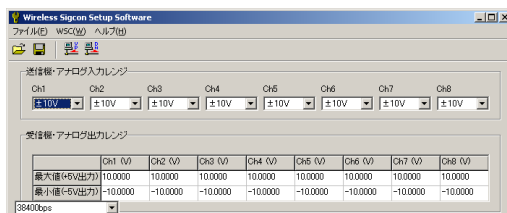

図 31. WSC セットアップ・ソフトウェアの画面
- ① 受信機本体の電源を投入し、USB ケーブルでパソコンに接続します。受信機の電源投入後、USB インターフェイスを介してパソコンに認識されるまで数十秒の時間が必要です。
- ② パソコンにインストールした WSC セットアップ・ソフトウェア『WSC\_Setup.EXE』を起動します。
- ③ 図 31 のような画面が表示されます。画面上段で送信機に入力するアナログ信号のレンジを選択してください。
- ④ 画面下段の表で、受信機から出力するアナログ電圧のレンジを設定します。最大値桁に受信機が最大電圧(+10V)を出力する際の入力電圧値または温度を入力します。最小値桁に受信機が最小電圧(-10V)を出力する際の入力電圧値または温度を入力します。
- ⑤ 設定が完了したら、ツールバーの『ダウンロード』ボタン(右端)をクリックしてください。設定された内容を受信機本体にダウンロードします。